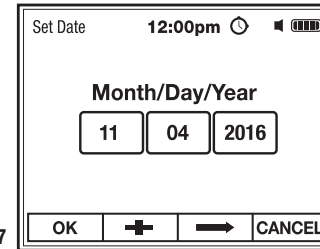

Fig. 27
2. Utilice el botón de función **F2 +** para establecer un valor numérico (resaltado en rojo), (Fig. 27).
3. Utilice el botón **F3 ⇌** para seleccionar Mes, Día o Año (Fig. 27).
4. Pulse la tecla **F1 OK** para guardar la configuración y volver al Menú de Fecha/Hora (Fig. 27).